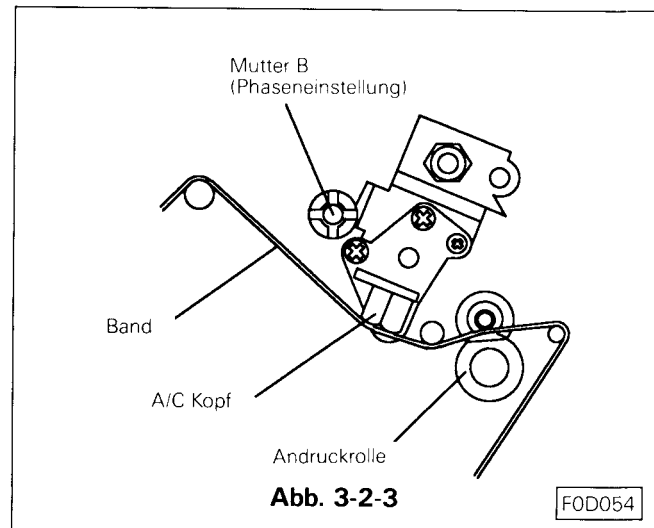

Abb. 3-2-3
3-2-4 Voreinstellung der Phase (siehe Abb. 3-2-3, Abb 3-2-4)
- D. Ist die F/M Form wie in F gezeigt mit der Schraube B, die F/M Amplitude auf Maximum stellen. (Siehe Abb. 3-2-3)